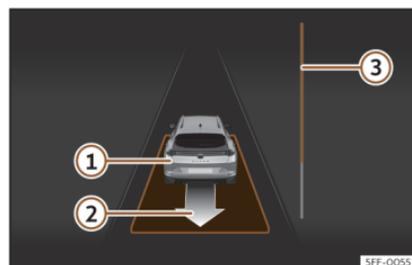

Fig. 182 Sul display del quadro strumenti: uscire da un parcheggio in linea.
- Retrocedere finché non si sentirà il segnale continuo del ParkPilot; **OPPURE:** spostarsi in retromarcia finché nel display del quadro strumenti non comparirà l'indicazione di spostarsi con la marcia in avanti. La barra di avanzamento>>> **fig. 182**  indica la distanza che si deve percorrere>>> pag. 298.